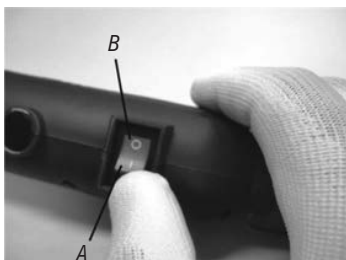

Fig. 5 – Interruptor de accionamiento
Para iniciar la herramienta, pulse el botón de encendido en la posición (A) y para apagar, pulse el botón (B). Como se muestra en la Fig. 5